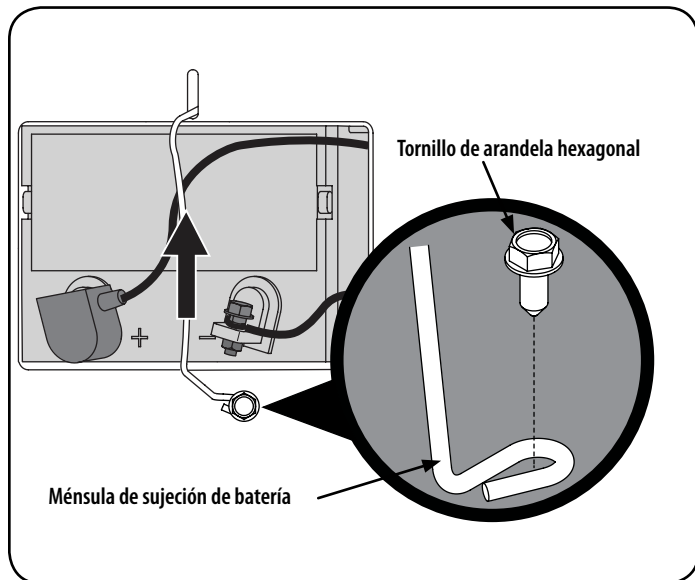

Figura 22
1. Extraiga el tornillo de la arandela hexagonal que sujeta el soporte de sujeción de la batería al marco. Luego levante el soporte de sujeción de la batería para liberar la batería. Vea la Figura 22.